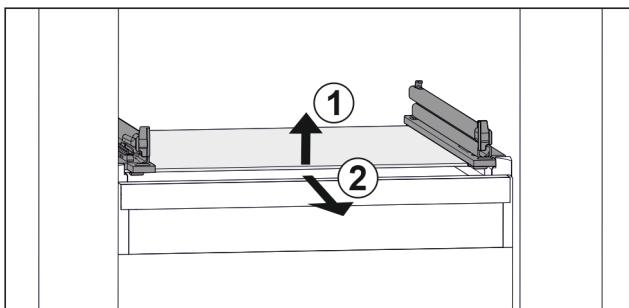

Fig. 27 玻璃隔板例图
- 抬起玻璃隔板前部。Fig. 27 (1)
- 向前取出玻璃隔板。Fig. 27 (2)